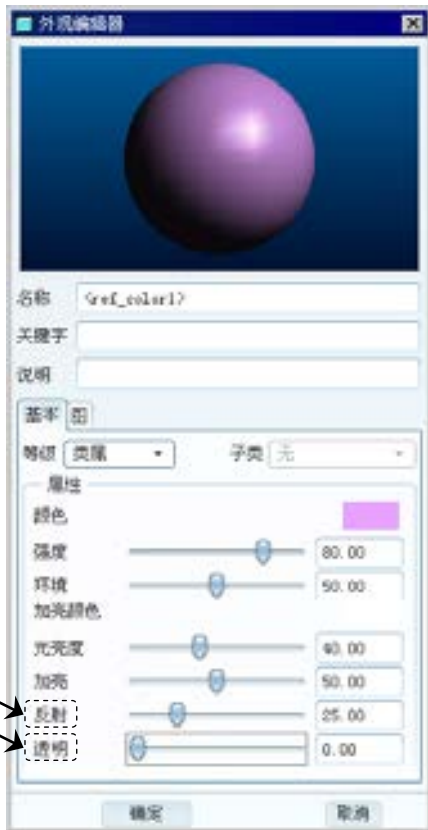

图 7.8.4 “基本”选项卡
(3) 外观的高级设置。在图 7.8.4 所示的“外观编辑器”对话框中打开基本选项卡，可以设置外观的反射和透明属性。